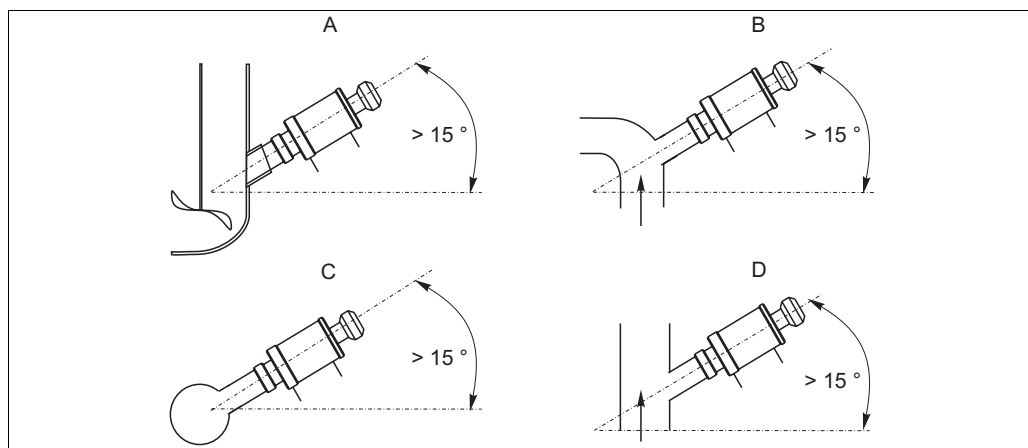

Fig. 2: Esempi di installazione con angolo di installazione consigliato (elettrodi di vetro)
-  2 Questo simbolo indica un riferimento incrociato per una figura specifica (ad es. fig. 2).